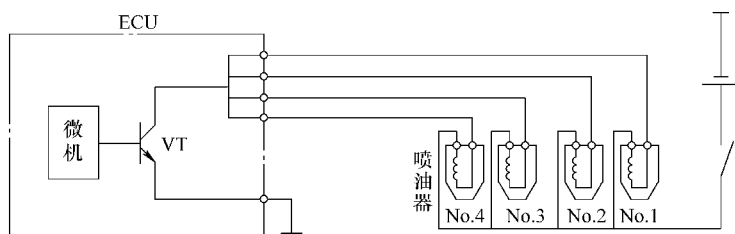

图 5-7 同时喷射控制电路图
(1) 同时喷射 各缸喷油器由 ECU 控制同时喷油和停油，如图 5-7 所示。